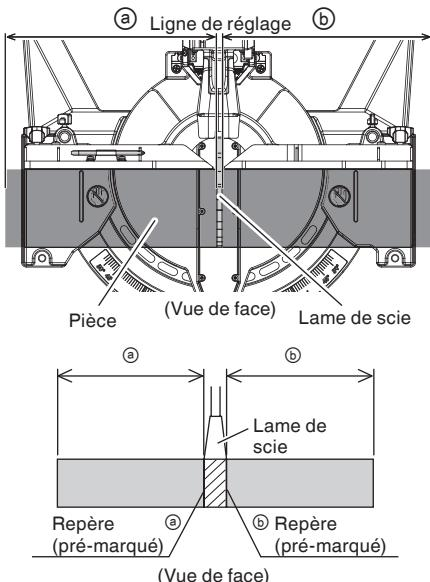

Fig. 20
- (1) Comme indiqué à la Fig. 20, la largeur de la lame est la largeur de coupe. En conséquence, glisser la pièce vers la droite (vue de la position de l'opérateur) pour obtenir la longueur ⑥, et sur la gauche pour obtenir la longueur ⑤.